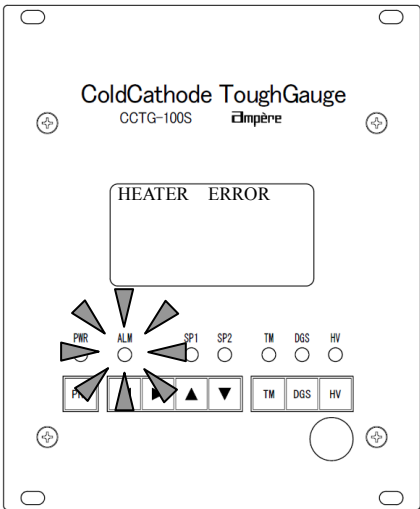

図 28 測定停止（例）
- (1) 圧力が測定範囲よりも高い場合や電極に異常が発生している場合など、アラームが発生した場合には“図 28 測定停止（例）”の画面が表示され、圧力測定ができなくなります。